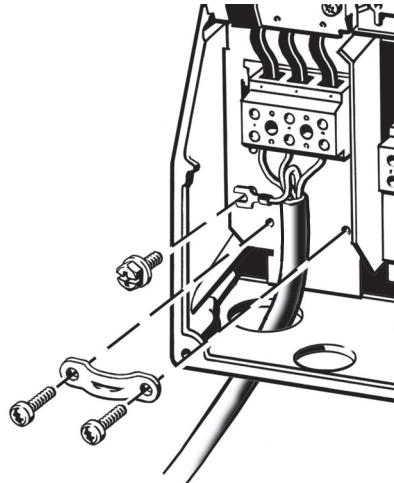

Fig. 14 Nettiltrslutning, B1 og B2
- Forsigtig** 1. Tilslut jordlederen til klemme 95 (PE). Se fig. 14.